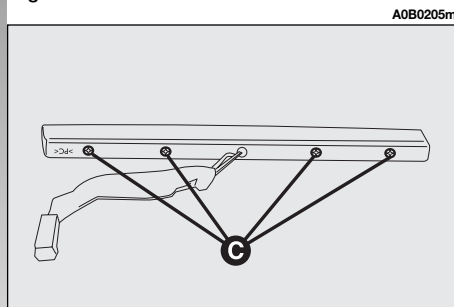

fig. 51
- Slacken the screws (**C-fig. 51**).